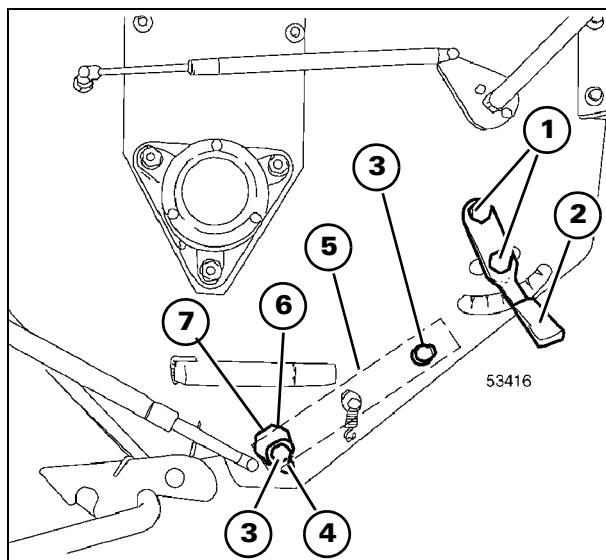
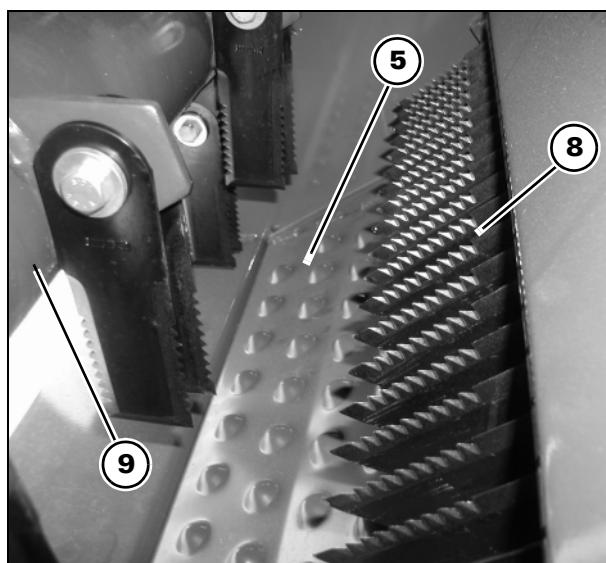

Рис. 30
Рис. 31
Рис. 30 и Рис. 31
- 1.) ослабьте ремень (17) с помощью рычага (18).
- 2.) Снизьте скорость вращения ротора соломорезки установив шкив (11) большего диаметра на существующий шкив (12) и затянув его винтами (13).
- 3.) Снимите приводной шкив (14) и поместите его в соответствующий корпус (15), прикрепив его к внутренней опоре узла муфты сцепления при помощи шайбы (16).
- 4.) Натяните ремень (17), установив рычаг (18) в соответствующий корпус (19), специально предназначенный для кукурудзы.
- 5.) Отверните винты (3 Рис. 30) с обеих сторон.
- 6.) Поверните рубящую пластину (5 Рис. 30) на 180° таким образом, чтобы ее гладкая поверхность была обращена к ротору.
- 7.) Прикрепите рубящую пластину (5 Рис. 30) при помощи винтов (3 Рис. 30), законтрив их в самом дальнем положении от ротора.
- 8.) Отверните винты (8) крепления дефлектора (9).
- 9.) **Только для уборки кукурудзы:** Передвиньте дефлектор (9) вперед и зафиксируйте его при помощи винтов (8) для того, чтобы сердцевины кукурудзных початков не выбрасывались в направлении клавишного соломотряса.